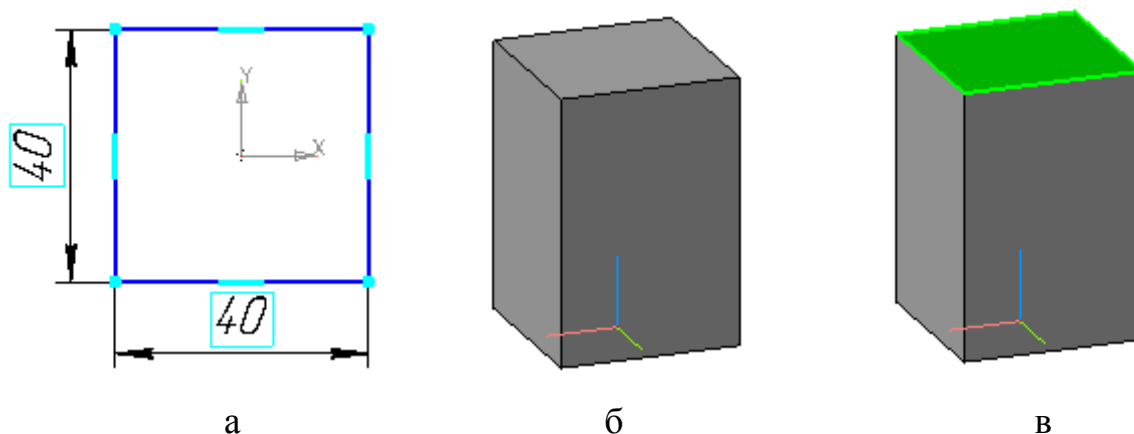

Рис. 2
- укажите начало координат и постройте квадрат со стороной 40 мм (рис. 2, а);
- На Инструментальной панели Вид выберите команду **Полутоновое, Полутоновое с каркасом** (рис. 2, б);
- щелчком ЛКМ выделите верхнюю грань параллелепипеда (вы укажите плоскость для дальнейшего построения – зеленая) (рис. 2, в).